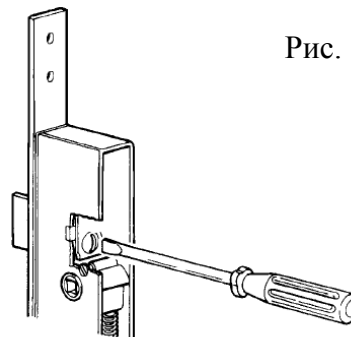

Рис. 1
1. Вывернуть винты до внешнего края защелки, повернуть замок на 180° и надавливая внутрь, закрутить винты. По окончании действий проверить, что защелка функционирует нормально (рис. 1)